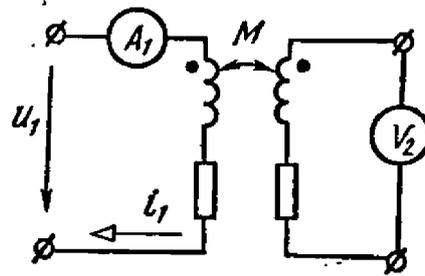

Рис. 5.3
5.3. Для определения взаимной индуктивности двух катушек была собрана цепь по схеме рис. 5.3. В первичную ветвь этой цепи для измерения тока I_1 включен амперметр. К зажимам второй катушки подключен вольтметр, измеряющий напряжение холостого хода вторичной цепи U_{2xx} .